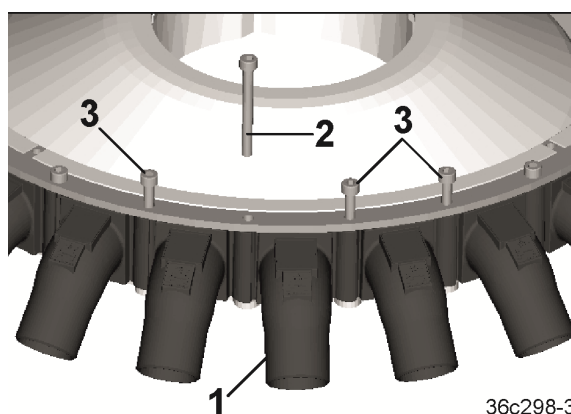

Fig. 247
3. Fjern en unbrakoskrue (Fig. 247/2) fra segmentet som skiftes ut (Fig. 247/1).
4. Løsne fingerskruen (Fig. 247/3) ved siden av, men ikke skrue den ut.